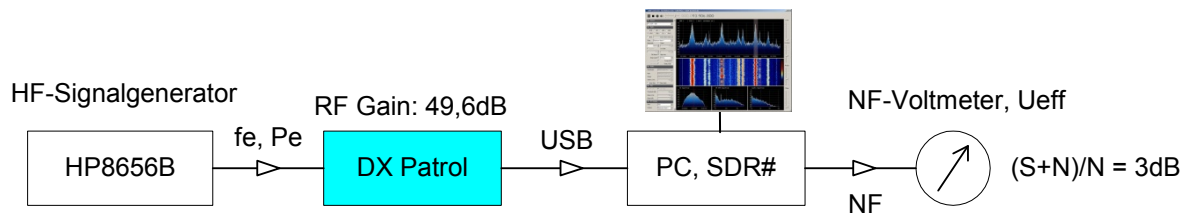

Bild 3: Messaufbau für Empfindlichkeitsmessung
Als Maß der Empfindlichkeit ist das Grundrauschen des Empfängers definiert. Legt man ein HF-Signal an den Empfängereingang, dessen Pegel das Empfängerrauschen um 3dB anhebt, dann entspricht die Leistung des HF-Signals nach $(S+N)/N=2$ der des Grundrauschens (N) und es gilt $S=N$. Den Messaufbau zeigt **Bild 3**. Zunächst stellt man den NF-Ausgangspiegel (Rauschen, Ueff) ohne Signal am Voltmeter auf relativ 0 dB ein. Mit angeschlossenem Signal vergrößert man anschließend den Pegel am